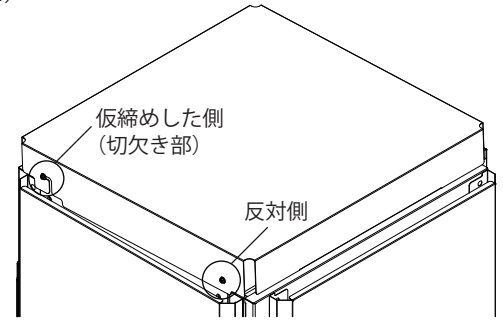
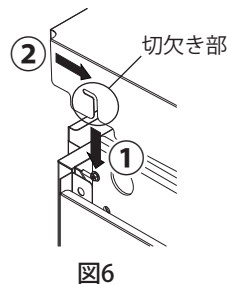

図4
図6
- (3) 切欠き部の反対側にある穴に、取付ねじを取り付けてください。(2か所)(図4)
- (4) 仮締めした側の取付ねじを締切ってください。(図4)
2. 仮締めした取付ねじに、遮光板屋根の切欠き部を図4の①、②の順にはめ込んでください。(図6)